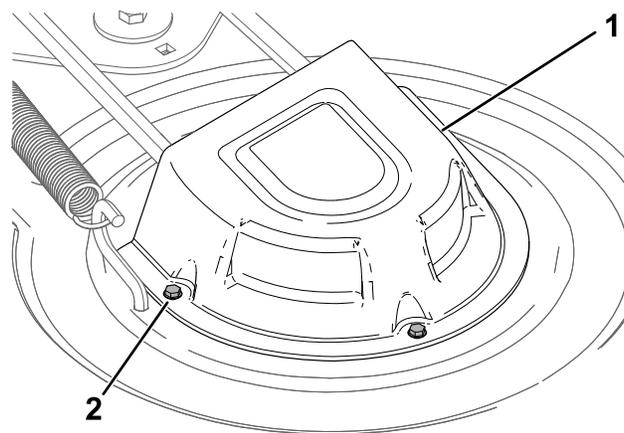

Figura 54
4. Desaperte os parafusos e retire as coberturas da polia (Figura 54).